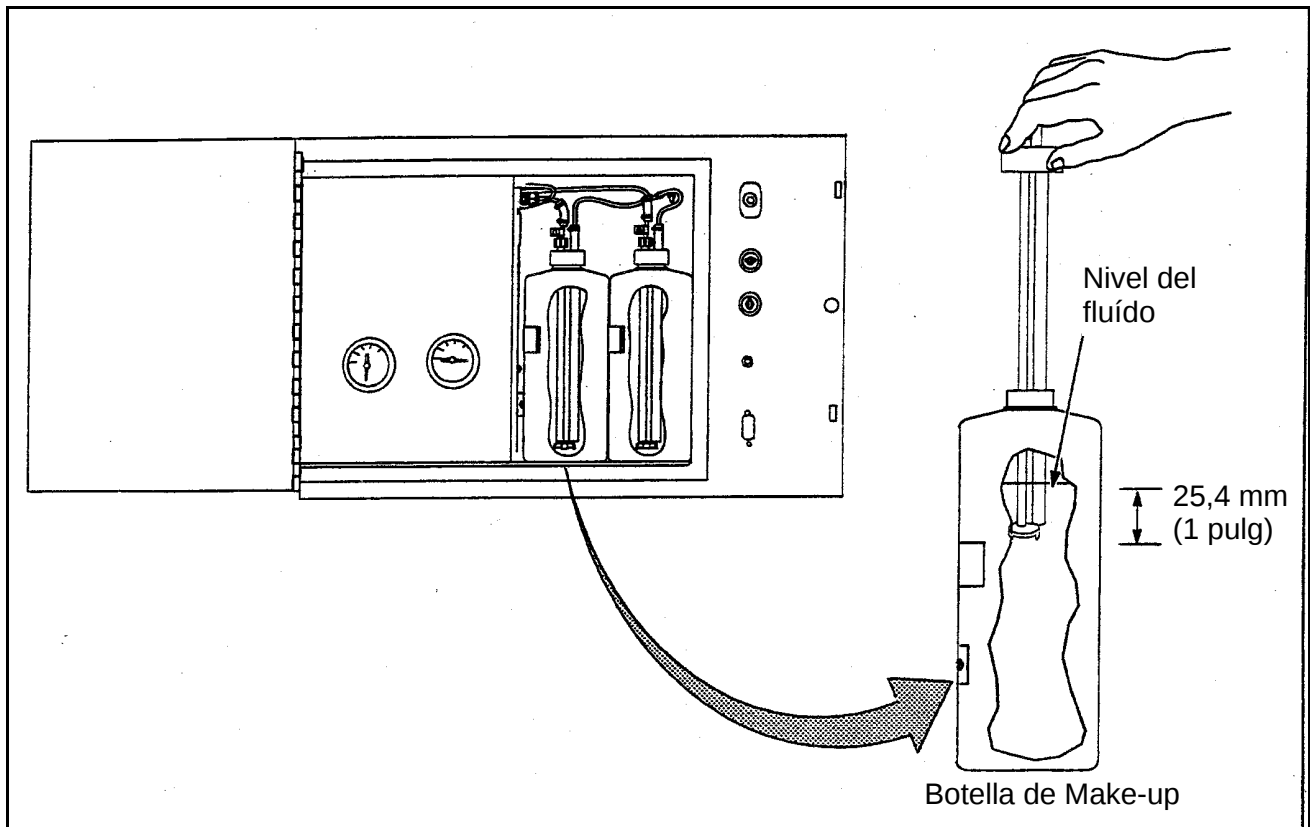

Figura 8-15. Fijando el ajuste de Fluidos Bajos
2. Sostenga los tubos de inmersión 25,4 mm (1") por debajo de la superficie del líquido. (Vea la Figura 8-15).